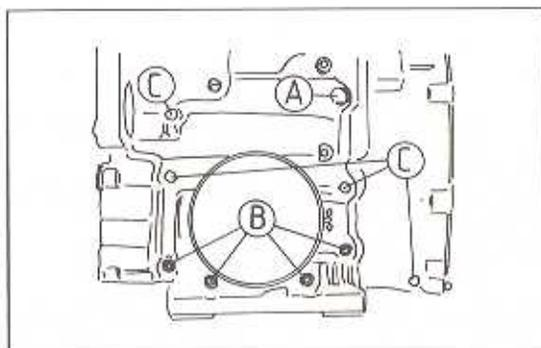

Bild 171
- Alle Inbusschrauben und 6-mm-Schrauben festziehen (Bild 171).